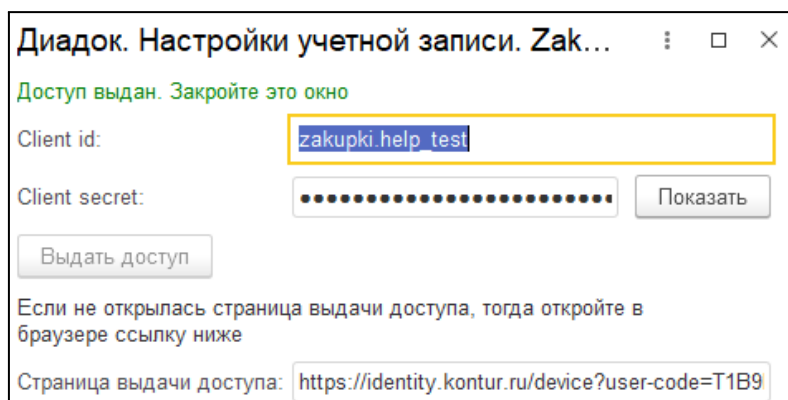

Рис. 74. Выданный доступ
- g. Доступ выдан. Вернитесь в программное обеспечение «Zakupki.ЭТрН» (рис. 74).